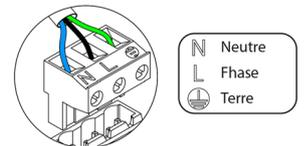

Fig. 67
Le module est connecté à l'alimentation électrique par une borne à 3 broches (1). Fixez les câbles à l'aide des vis de la borne, en respectant la polarité de celle-ci (Fig. 67).